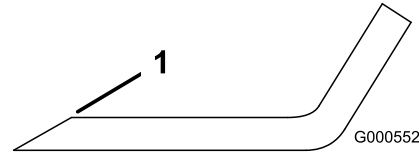
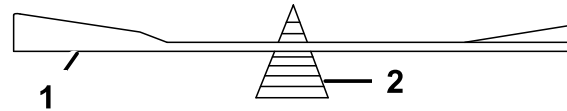

Figure 36
Figure 37
1. Au moyen d'une lime, aiguisiez les tranchants aux deux extrémités de la lame (Figure 36) en veillant à conserver l'angle de coupe d'origine. Limez la même quantité de métal sur chacun des deux tranchants pour ne pas déséquilibrer la lame.
2. Vérifiez l'équilibre de la lame en la plaçant sur un équilibreur (Figure 37). Si la lame reste horizontale, elle est équilibrée et peut être utilisée. Si la lame est déséquilibrée, limez un peu l'extrémité de la partie incurvée seulement (Figure 36). Répétez la procédure jusqu'à ce que la lame soit équilibrée.